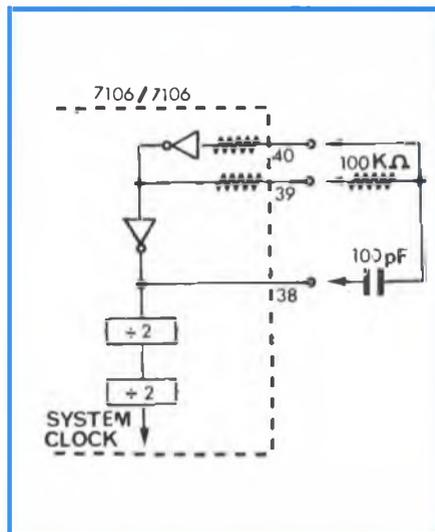

Fig. 3 - Particolare del generatore di clock.
a) L'oscillatore di clock. L'ICL 7107 necessita di componenti esterni per realizzare il circuito oscillatore; tali componenti determinano la frequenza stessa di oscillazione. Non occorre una stabilità eccessiva ed un semplice oscillatore RC (fig. 3) svolge adeguatamente lo scopo. Nella realizzazione che descriveremo, il valore dei componenti esterni è scelto in modo da avere una frequenza di clock di circa 48 kHz; il segnale viene poi diviso per quattro all'interno dell'integrato prima di venire utilizzato come clock di conteggio. Si ottiene in tal modo un periodo di integrazione (pari a circa 1000 impulsi di clock) di 83,3 millisecondi e una frequenza di misura di 3 letture al secondo, dato che la conversione completa necessita di circa 4000 impulsi di clock. È possibile poi l'uso di un elemento a